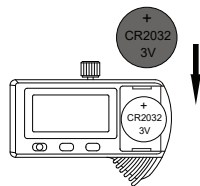

fig.2
- Inserire la batteria CR2032 nel vano batteria, con il polo positivo (+) rivolto verso l'esterno (fig. 2).